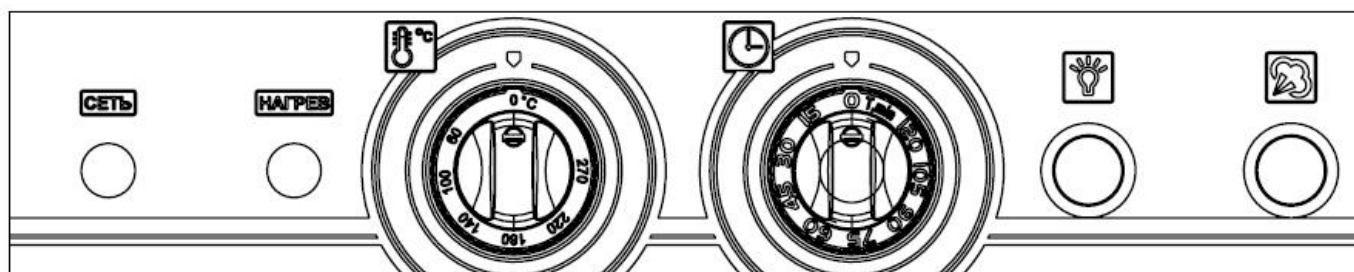

Рис. 1
3.13. Панель управления представлена на рис.1